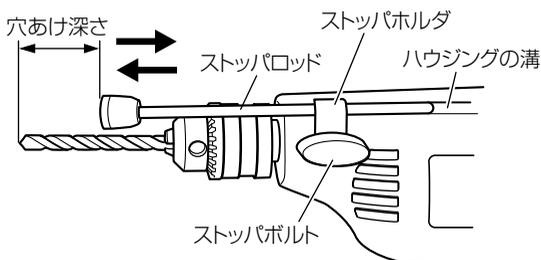

図 4
- (1) ストップロッドを図4のようにハウジングの溝におさめ、ストップホルダとストップパボルトで仮止めします。
- (2) 穴あけ深さに応じてストップパロッドの位置を調整し、ストップボルトを回してしっかりと固定します。